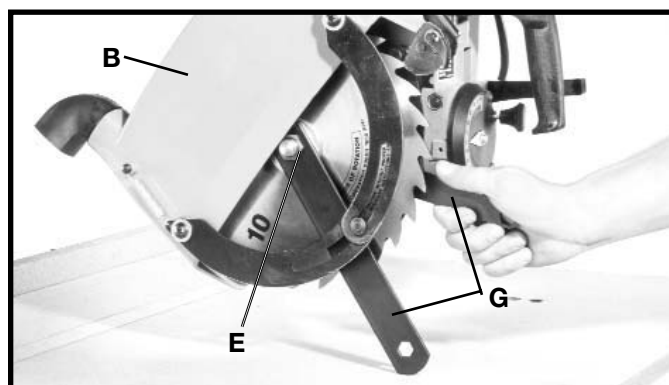

Fig. 47
6. Gire el protector de hoja (B) Fig. 47 hacia atrás y apriete la tuerca de arbol (E) utilizando las dos llaves (G) suministradas.